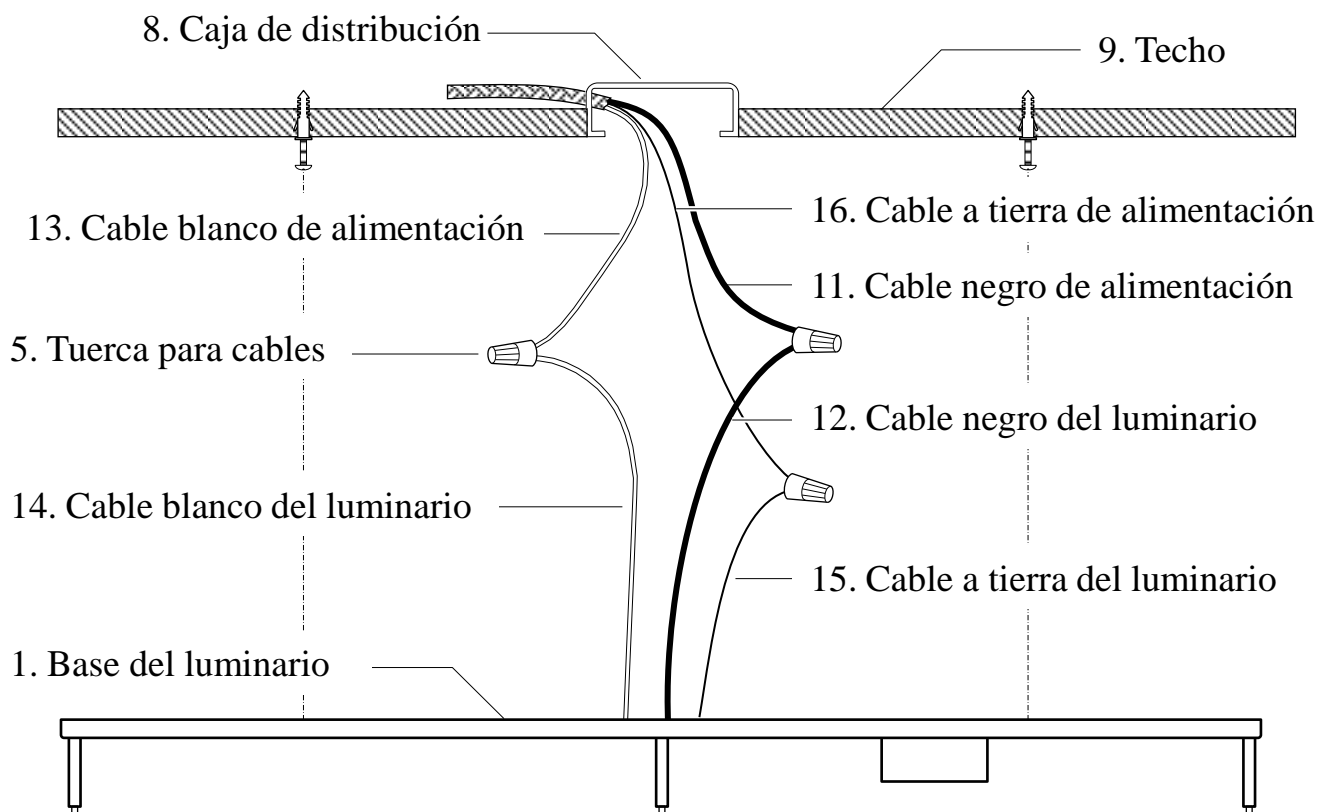

Fig. 2
5. Saque los cables de alimentación de la caja de distribución (#8). Conecte el cable negro de alimentación (#11) con el cable negro del luminario (#12) y el cable blanco de alimentación (#13) con el cable blanco del luminario (#14) utilizando tuercas para cables (#5). Conecte el cable a tierra del luminario (#15) y el cable a tierra de alimentación (#16) utilizando una tuerca para cables (#5) (**Fig. 2**). Envuelva todas las conexiones de cables con cinta de aislar para una conexión más segura. *Nota: Si tiene dudas acerca de las conexiones eléctricas, consulte a su código eléctrico local para los métodos aprobados para la conexión a tierra.*
3. Asegure el lente de acrílico (#3) y la armazón (#20) en la base del luminario (#1) utilizando las tuercas de mariposa (#19), como se muestra (**Fig. 2**).